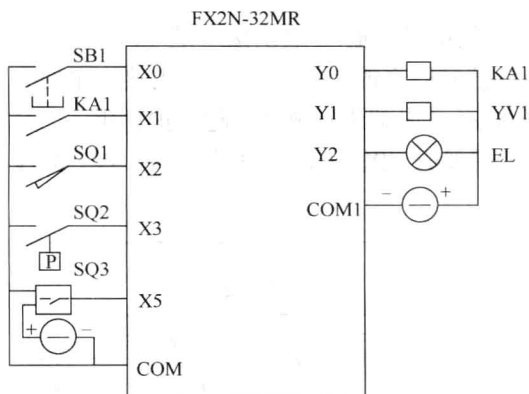

图 1-6 输入/输出接口
开关、光电开关等，如图 1-6 所示。当输入为模拟量输入时，输入设备的类型可以是压力传感器、温度传感器、流量传感器、电压传感器、电流传感器、力传感器等。
b. 输出信号的设备的种类。输出信号可以是离散信号和模拟信号。当输出端是离散信号时，输出端的设备类型可以是电磁阀的线圈、电动机启动器、控制柜的指示器、接触器线圈、LED 灯、指示灯、继电器线圈、报警器和蜂鸣器等，如图 1-6 所示。当输出为模拟量输出时，输出设备的类型可以是流量阀、AC 驱动器（如交流伺服驱动器）、DC 驱动器、模拟量仪表、温度控制器和流量控制器等。